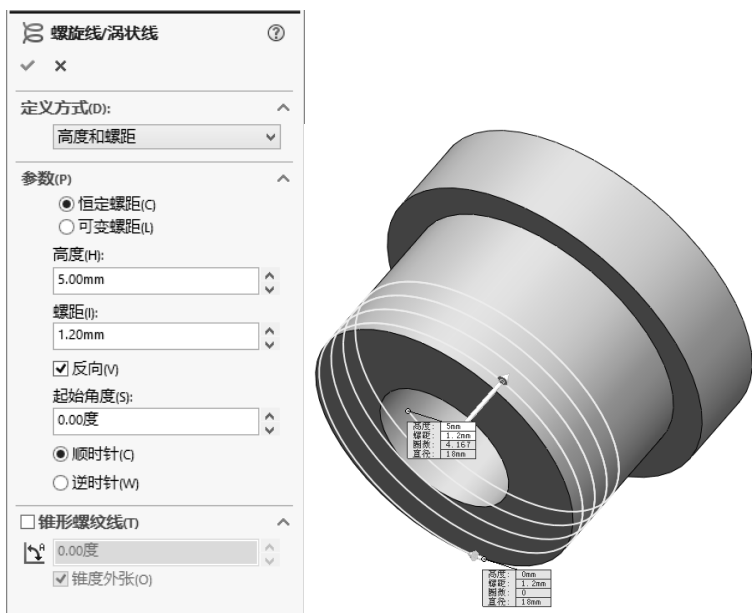

图 12-28 “螺旋线/涡状线”属性管理器
**02** 绘制螺旋线。单击“曲线”工具栏中的“螺旋线/涡状线”按钮, 此时系统弹出图 12-28 所示的“螺旋线/涡状线”属性管理器。设置定义方式为“高度和螺距”，选择“恒定螺距”单选按钮，输入高度为 5.00mm，螺距为 1.20mm，勾选“反向”复选框，输入起始角度为 0.00 度，然后单击属性管理器中的“确定”按钮.